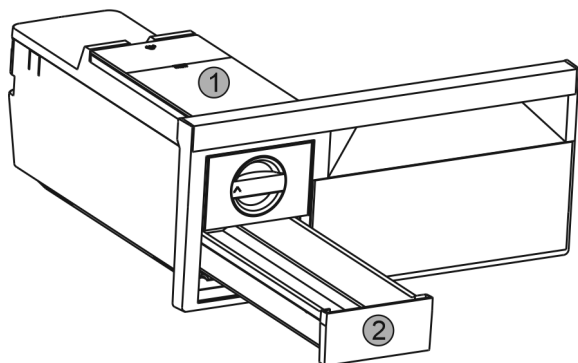

Fig. 29
- ▶ Odoberte nádržku na vodu Fig. 29 (1) a zásuvku na kocky ľadu Fig. 29 (2).